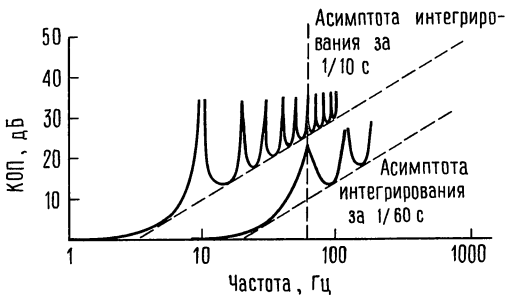

Рис. 9.55. Подавление помех интегрирующим АЦП.
2. Выходной сигнал пропорционален среднему значению входного напряжения на (фиксированном) интервале времени интегрирования. Выбирая этот интервал времени равным кратному периоду сетевого напряжения, можно сделать преобразователь нечувствительным к фону переменного тока 60 Гц (и его гармоник) на входном сигнале. Результирующая чувствительность к сигналам помех как функция от частоты показана на рис. 9.55 (интервал интегрирования 0,1 с).